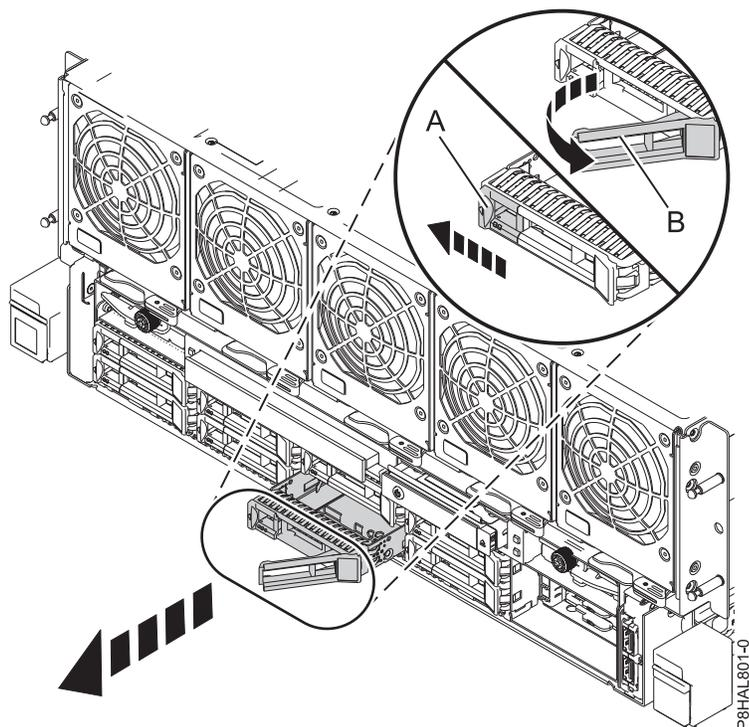

Figure 17. Retrait d'une unité de disque du système 8408-44E ou 8408-E8E
3. Déverrouillez la poignée de l'unité (**B**) en appuyant dessus (**A**) et en la tirant vers vous. Voir : figure 17. Si la poignée n'est pas complètement sortie, vous ne pouvez pas retirer l'unité SSD du système.